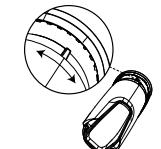

Figure 5:
4. Choisissez l'emplacement le plus pertinent pour le détecteur de manière à ce qu'il couvre la zone à protéger, et insérez la partie supérieure du détecteur dans l'encoche adéquate (voir Figure 5).